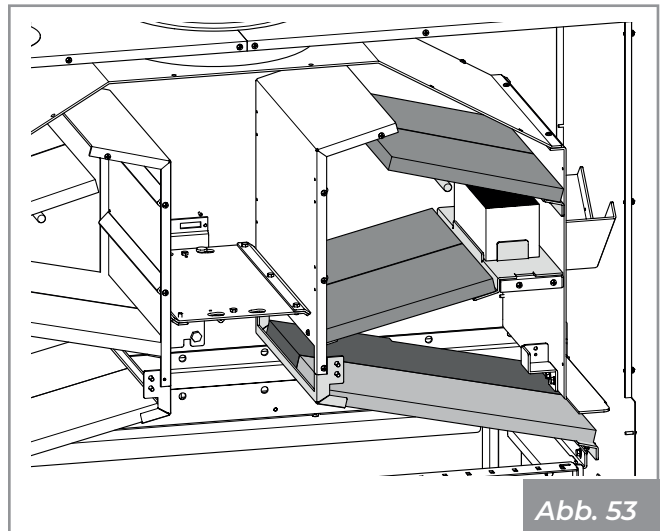

Abb. 53
- 8) Gehen Sie auf der gegenüberliegenden Seite genauso vor (Abb. 53).